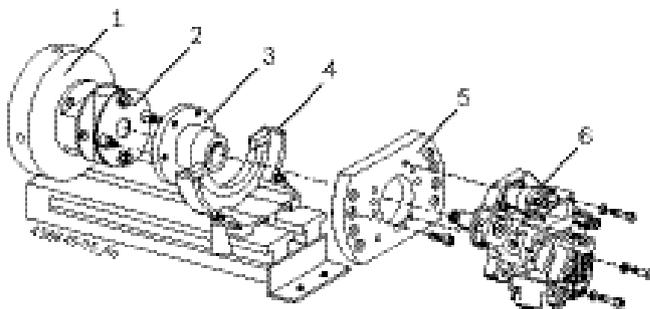

Fig. 7: Насос системы common rail и конический вал
- ! Вороток (специальный аксессуар), используемый для ручного вращения маховика (Рис. 7, Поз. 1), не должен оставаться вставленным в установочные отверстия маховика!
- ! Приводная муфта (Рис. 7, Поз. 2) является компонентом, обеспечивающим безопасность при работе с EPS 708. Приводная муфта подлежит обслуживанию и ремонту только авторизованными сервисными службами Роберт Бош!
1. Соедините приводную муфту 1 686 401 024 (Рис. 7, Поз. 2) с маховиком (Рис. 7, Поз. 1) EPS 708. Сила натяжения болтов 95 ± 2 Nm.
4. Вставьте насос системы common rail с крепежным фланцем в фиксатор (Рис. 7, Поз. 4) и соедините.
5. Установите направляющий фланец (Рис. 7, Поз. 3) на приводную муфту насоса системы common rail. Сила натяжения гайки: 80 +10 Nm.
1. Отсоедините приводную муфту 1 686 401 024 (Рис. 7, Поз. 2).